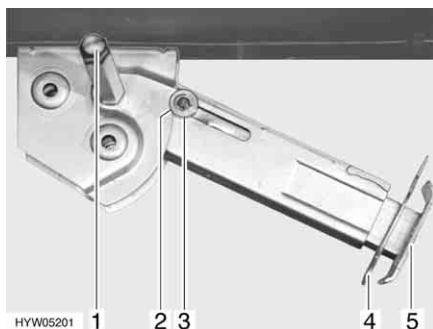

Fig. 26 Piedino di stazionamento
- Inserire la chiave a tubo nell'esagonale (Fig. 26,1) e ruotare fino a quando il piedino di stazionamento non si trova in posizione verticale verso il basso.
- Estrarre la copiglia (Fig. 26,4) dal prolungamento dell'estremità del piedino (Fig. 26,5).
- Inserire la chiave a tubo nell'esagonale (Fig. 26,1) e ruotare fino a quando il piedino di stazionamento non si stacca dal terreno.
- Spingere completamente all'interno il prolungamento dell'estremità del piedino (Fig. 26,5) e inserire la copiglia (Fig. 26,4) nel foro apposito.
- Ruotare la chiave a tubo nell'esagonale (Fig. 26,1), fino a quando il piedino di stazionamento non è sollevato verso l'alto e la guida (Fig. 26,3) è rientrata totalmente nell'intaglio (Fig. 26,2).